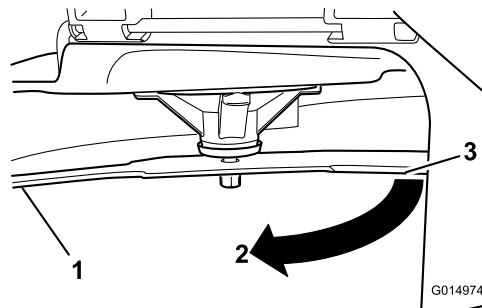

Figura 56
3. Distancia medida entre la cuchilla y la superficie (A)
4. Gire la misma cuchilla 180 grados de manera que el otro extremo esté en la misma posición (**Figura 56**).